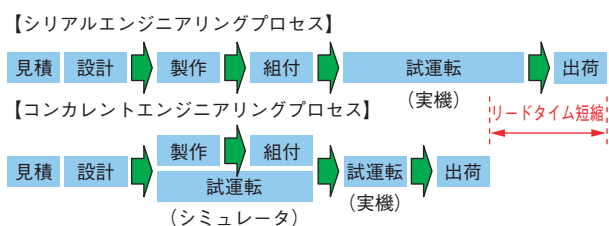

図1 機械製造プロセス
どがあり、実機械を用いた電気回路検証に多くの時間が割かれていることがわかった。機械製造プロセスを図1に示す。理想的なコンカレントエンジニアリングを実現するには、電気回路から機械動作までをトータルに検証できるシステムでなくてはならず、当社のシーケンス回路の特徴である、「①客先からの厳しい要求を満たす複雑なインターロック」、「②複数ステーションのライン全体制御を行う大規模な通信制御」、「③戻りサイクルやリセット起動などの特殊な制御」を満足する事前検証技術確立すべく、専用システムの独自開発が必要となった。